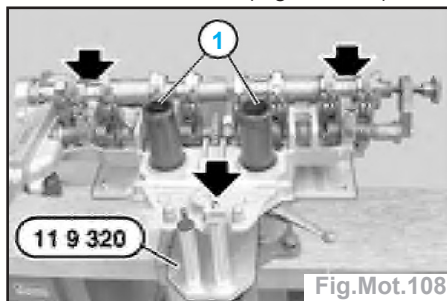

Fig.Mot.108
- Positionner la console de palier avec l'arbre à cames d'admission vers le haut dans l'outil **11 9 320** (Fig.Mot.108).
- Déposer le dôme des bougies d'allumage (1) (Fig.Mot.108).